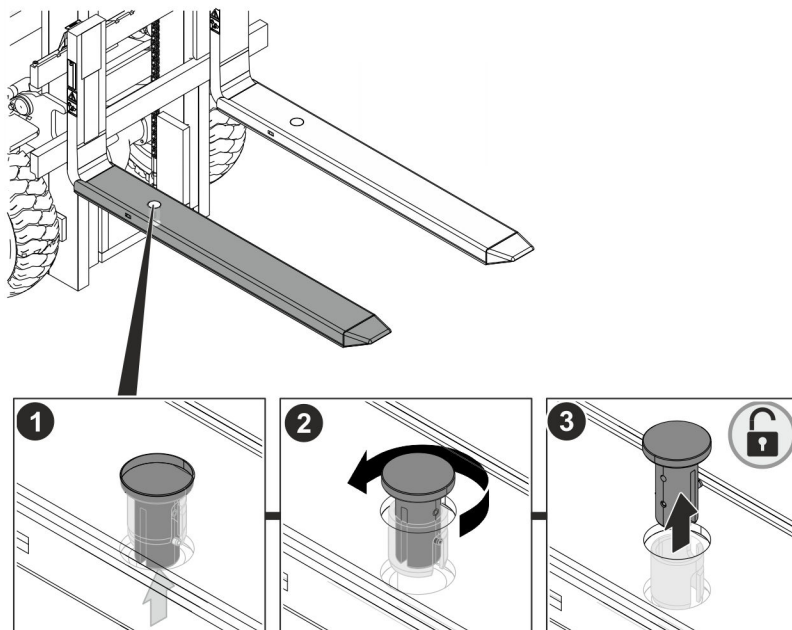

Abb. 11: Verriegelungsbolzen entnehmen
1. ➤ Verriegelungsbolzen von unten bis Anschlag hochdrücken (Abb. 11/1).
2. ➤ Bolzen bis zum Anschlag gegen Uhrzeigersinn drehen (Abb. 11/2).
3. ➤ Bolzen nach oben heraus entnehmen (Abb. 11/3).